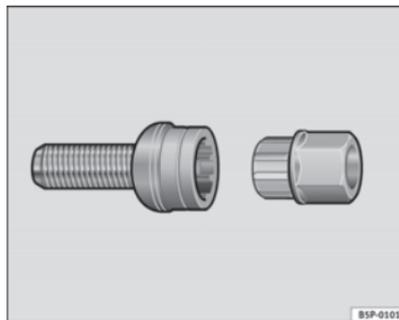

Fig. 151 Parafuso anti-roubo da roda
- Colocar totalmente o adaptador no parafuso anti-roubo da roda ⇒ Fig. 151.